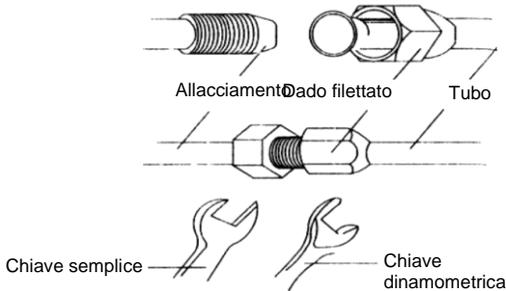

Fig. 18
- b. Quindi serrare il dado con una chiave dinamometrica finché la chiave non inizia a saltare (vedere Fig. 18).